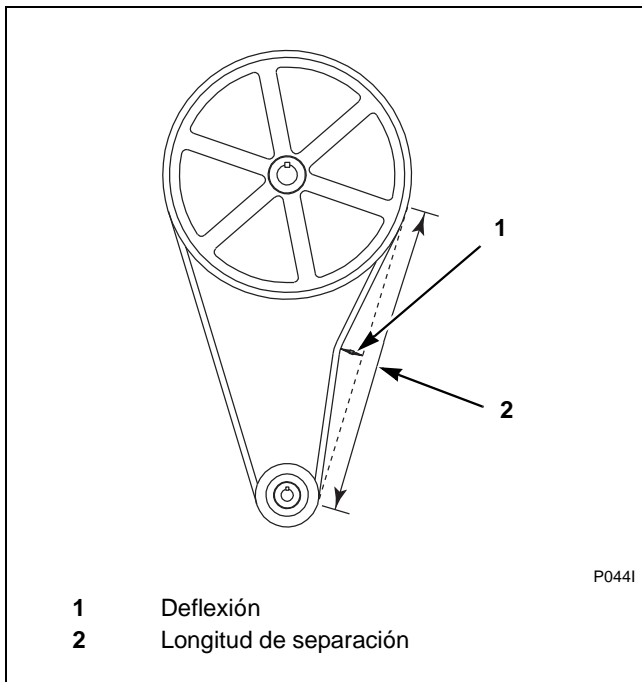

Figura 24
- **Deflexión.** Consulte la *Figura 24*. Afloje los pernos de montaje del motor y deslice el motor a lo largo de la placa del motor para cambiar la longitud de separación de la correa. Se deben medir las tensiones de la correa tan cerca del centro de la longitud de separación de la correa como sea posible. Para cada pulgada de longitud de separación, la correa debe flexionarse 0,40 mm (1/64 pulgada). Así, una correa con una longitud de separación de 50 pulgadas debe flexionarse 19,84 mm (50/64 pulgada). Se debe usar una fuerza inicial (marcha) de 5,25 libras para ajustar la tensión de la correa. Se debe usar una fuerza de operación (normal) de 3,5 libras después de que se haya operado la lavadora extractora durante unas cuantas horas.